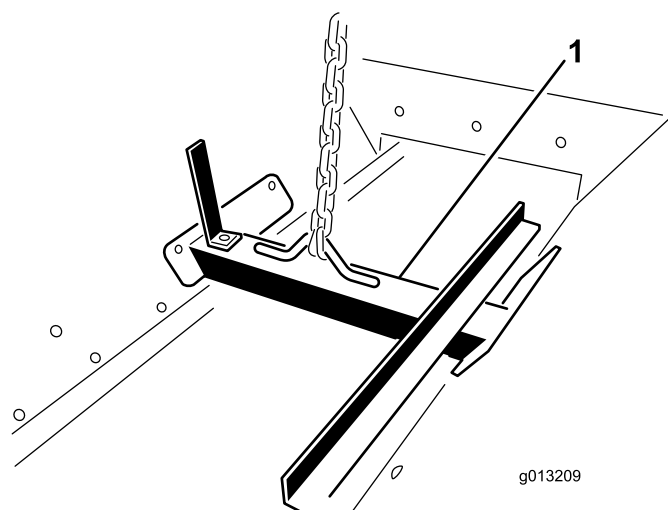

Figura 16
1. Collegate un dispositivo di sollevamento alla staffa di sollevamento all'interno della tramoggia (Figura 16).